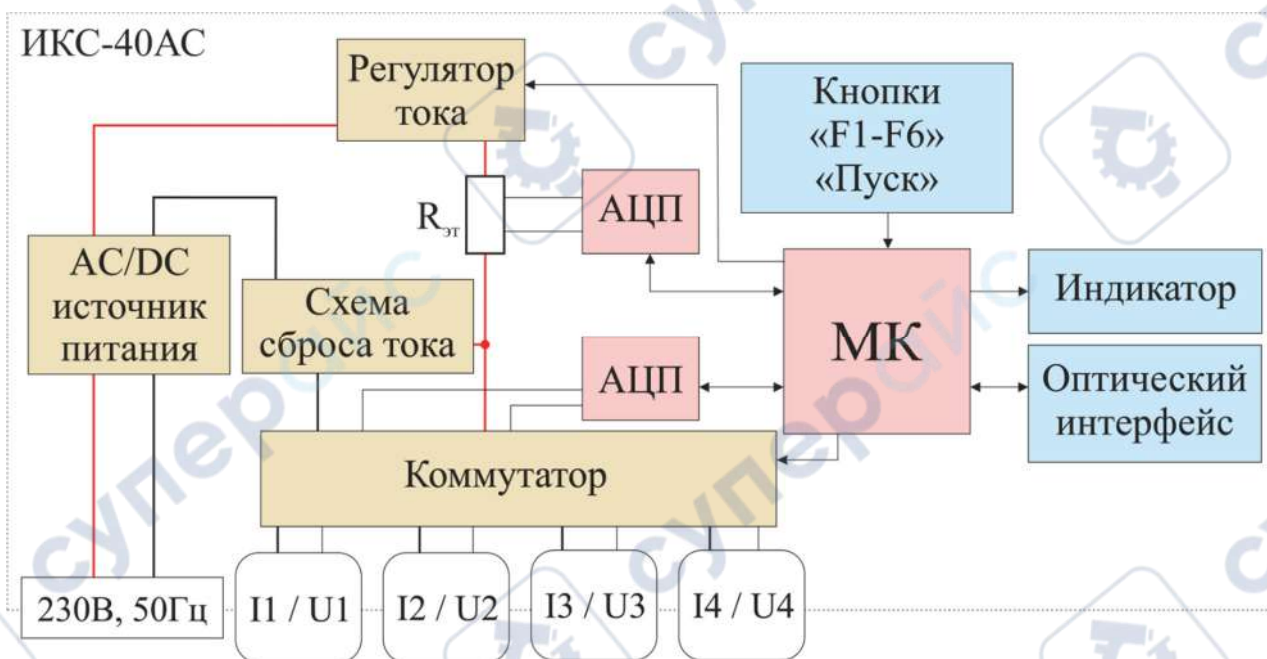

Рис. 1. Упрощенная блок-схема микроомметра
1.4.1. Упрощенная блок-схема микроомметра приведены на рис. 1.